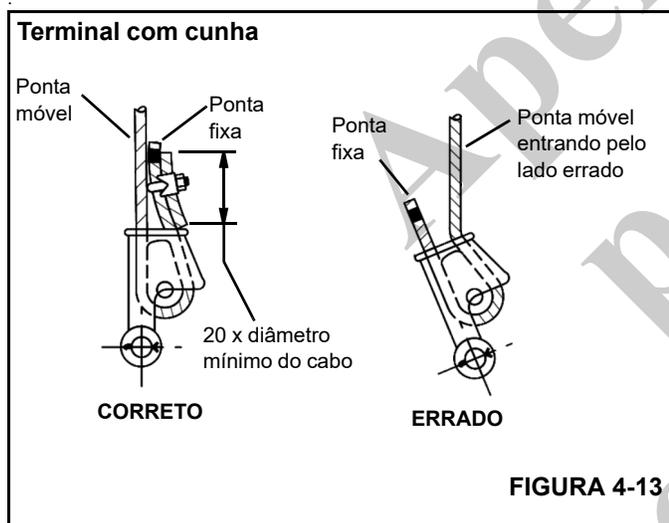

FIGURA 4-13
3. Certifique-se de que a ponta móvel do cabo (Figura 4-13) esteja diretamente alinhada com os olhais do terminal e com o sentido da tração a que o cabo será submetido. Se o cabo for incorretamente introduzido no terminal, sujeito a carga, o cabo irá dobrar à medida que abandonar o terminal e o bordo do terminal irá desgastar-se, causando danos no cabo e uma eventual falha.
4. Insira a extremidade do cabo de aço no terminal, forme um laço no cabo e passe-o de volta através do terminal deixando que a ponta fixa (Figura 4-13) sobressaia do terminal. Verifique se a ponta fixa do cabo tenha comprimento suficiente para que seja possível aplicar o tratamento da extremidade à ponta fixa após a cunha ter sido assentada.